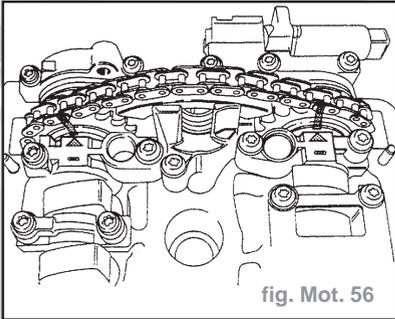

fig. Mot. 56
- Nettoyer la chaîne d'entraînement et les pignons à chaîne des arbres à cames situés face aux deux flèches sur les chapeaux de palier et repérer la position de montage par un marquage de couleur (fig. Mot. 56).